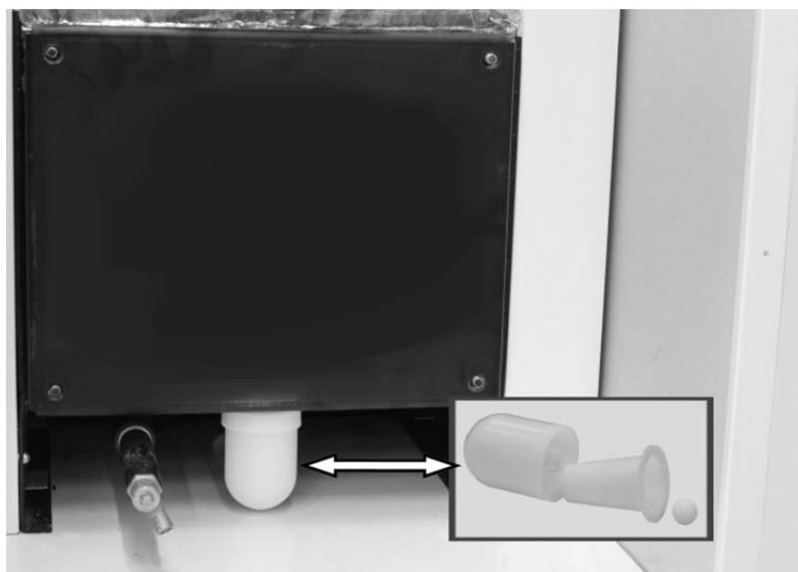
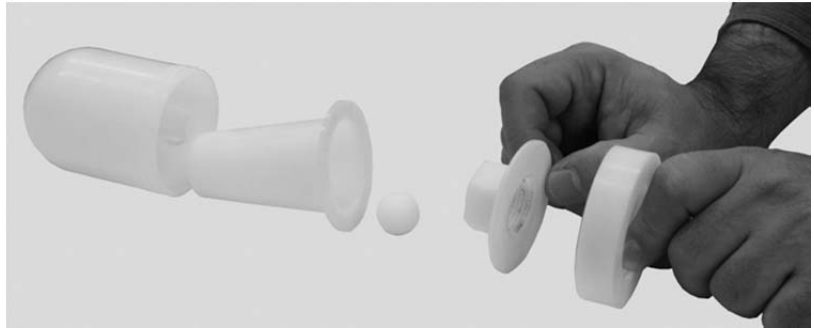

Abb. 55: Entfernung des Siphon-Unterteils
Abb. 57: Montagereihenfolge
- Zur Reinigung den Siphon gem. Abb. 55-Abb. 57